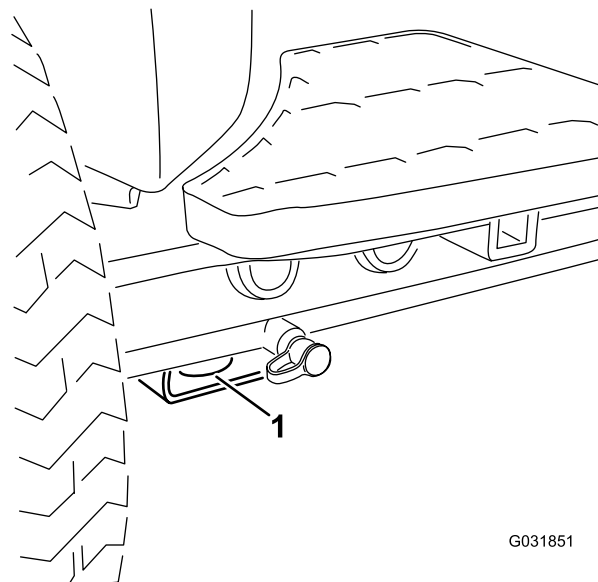

Bild 73
- Ziehen Sie die Maschine gut fest. Die vorderen und hinteren Gurte sollten nach unten und außerhalb der Maschine verlaufen; Siehe Bild 73 und Bild 74.
- Vorne: Loch im Rechteck unter dem Achsenrohr in jedem Vorderreifen (Bild 73)